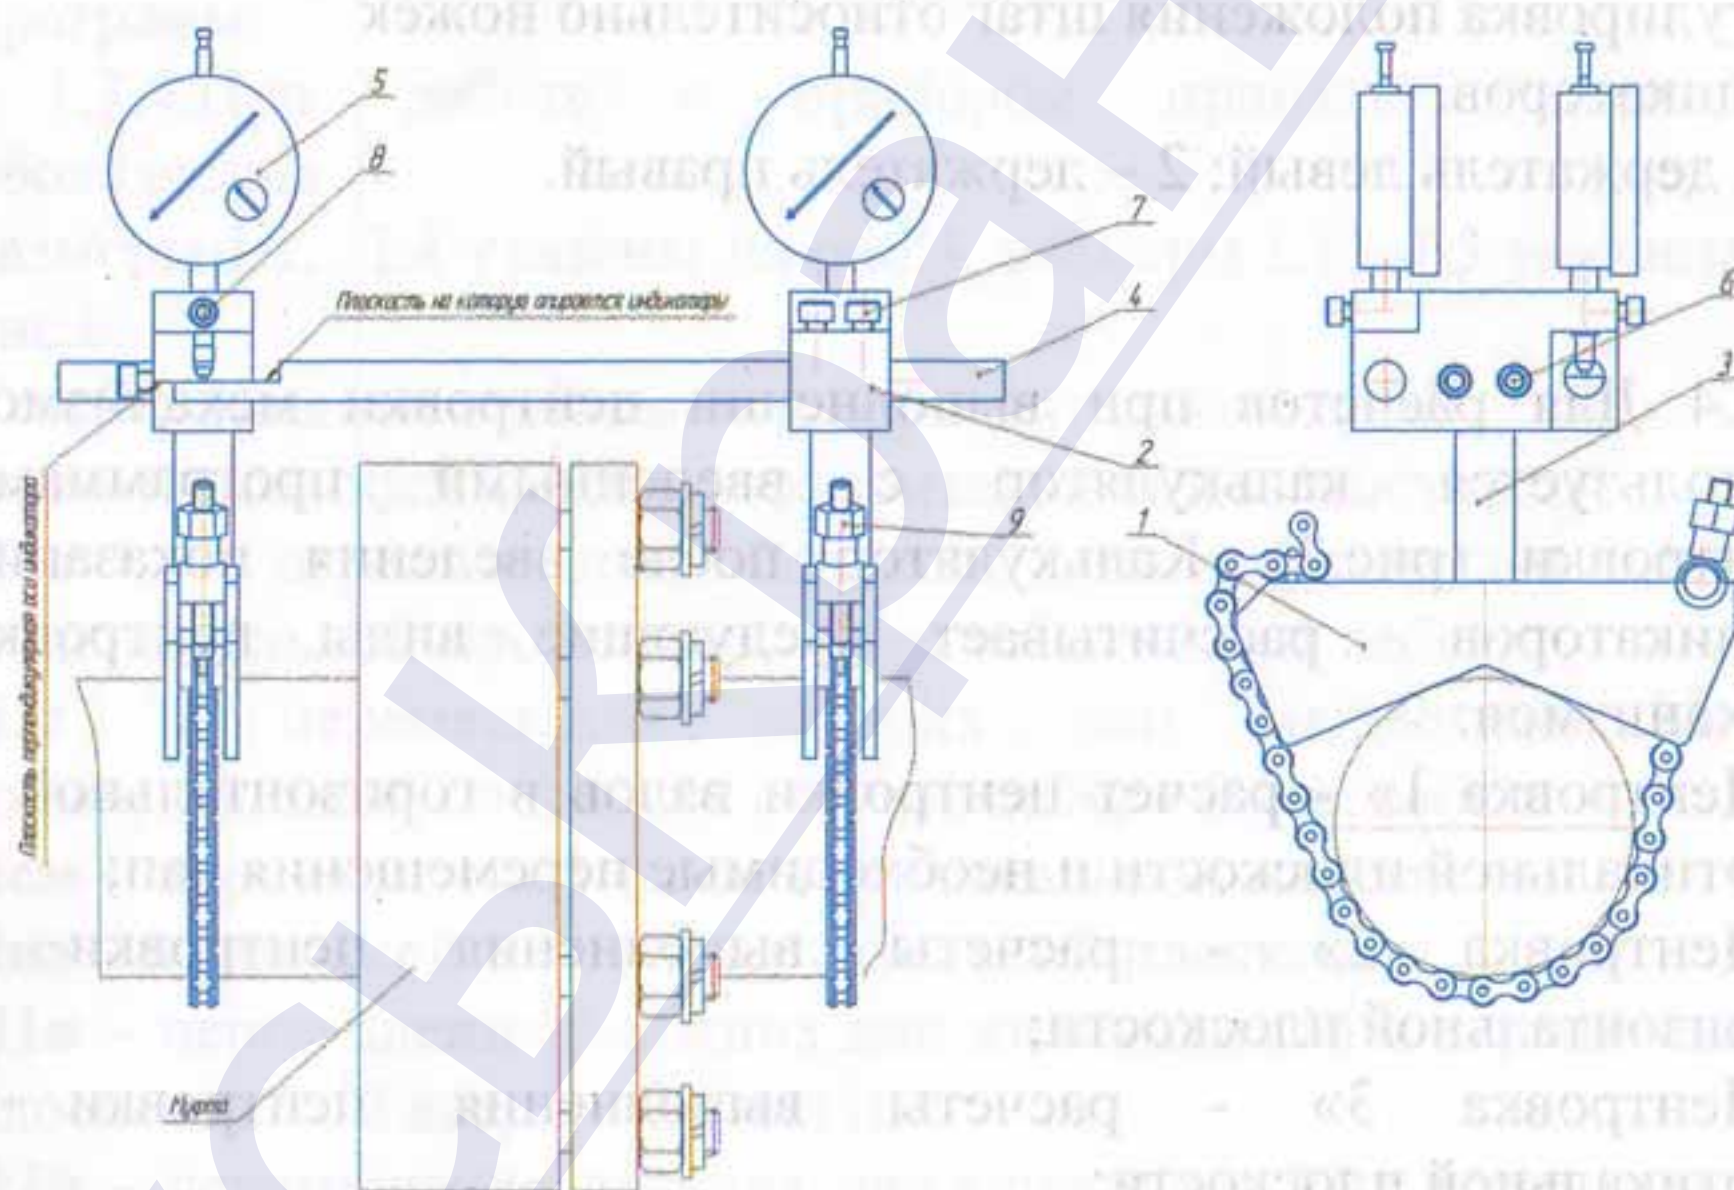

Рис.1
1.3.2 Набор приспособлений состоит из двух призм, поз.1, (рис.1) закрепляемых на валах (ступицах или фланцах полумуфт) механизмов при помощи цепей с гайками натяжителя, поз.9. В каждую из призм ввернута вертикальная стойка, поз.3, на которую установлен держатель, поз.2. Держатель крепится на вертикальной стойке при помощи винтов, поз.6. В каждый из держателей установлен индикатор ИЧ-10, поз.5 и горизонтальная штанга, поз.4.
2.7.1. Установите устройство для измерений на собранную муфту, как это показано на рис.1.